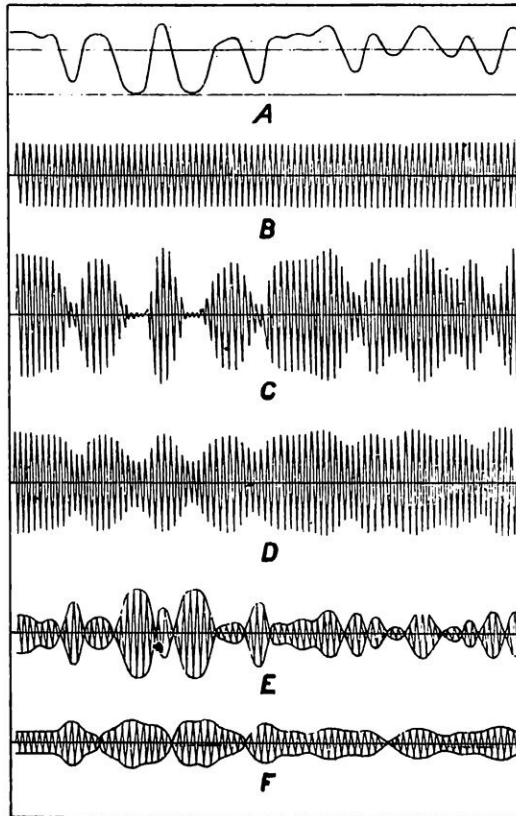

FIG. 1. — COURBES DES COURANTS ET DES ONDES OBTENUES
La figure 1 représente le courant modulateur (A) qui agit sur le courant porteur (B) pour donner le courant modulé (C).